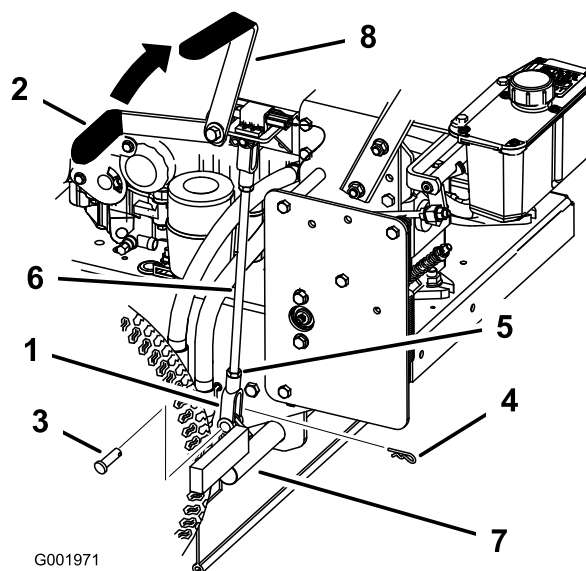

Figura 59
5. Afloje las contratuercas superior e inferior (Figura 59).
6. Para ajustar el freno, retire el pasador de horquilla y el pasador de la palanca de freno inferior (Figura 59).
7. Gire la varilla del freno en las horquillas. Para apretar el freno, aumenta la distancia entre las horquillas. Para aflojar el freno, reduzca la distancia entre las horquillas (Figura 59).
8. Fije la horquilla a la palanca de freno inferior con el pasador de horquilla y el pasador (Figura 59).
9. Apriete las contratuercas superior e inferior (Figura 59).